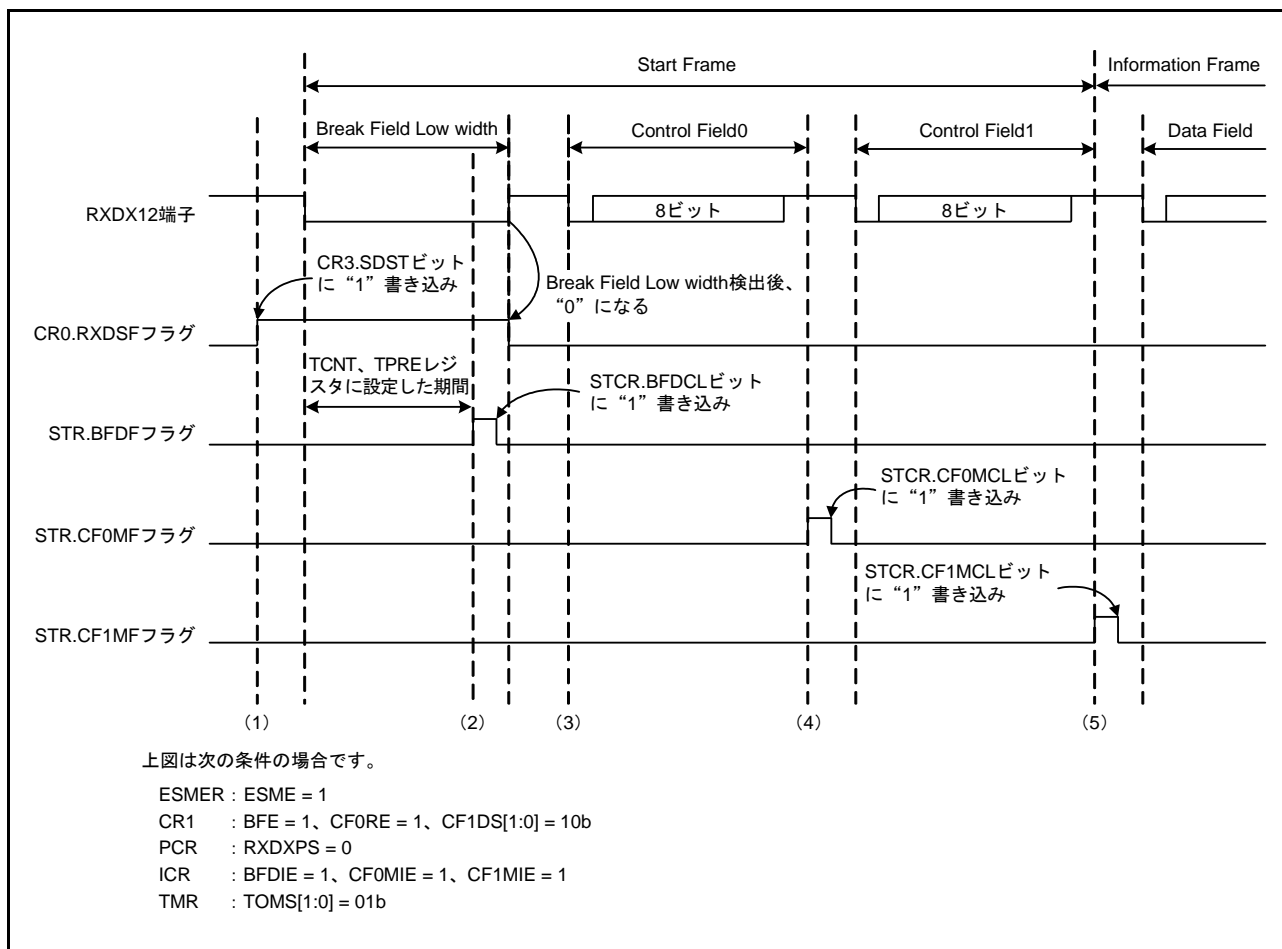
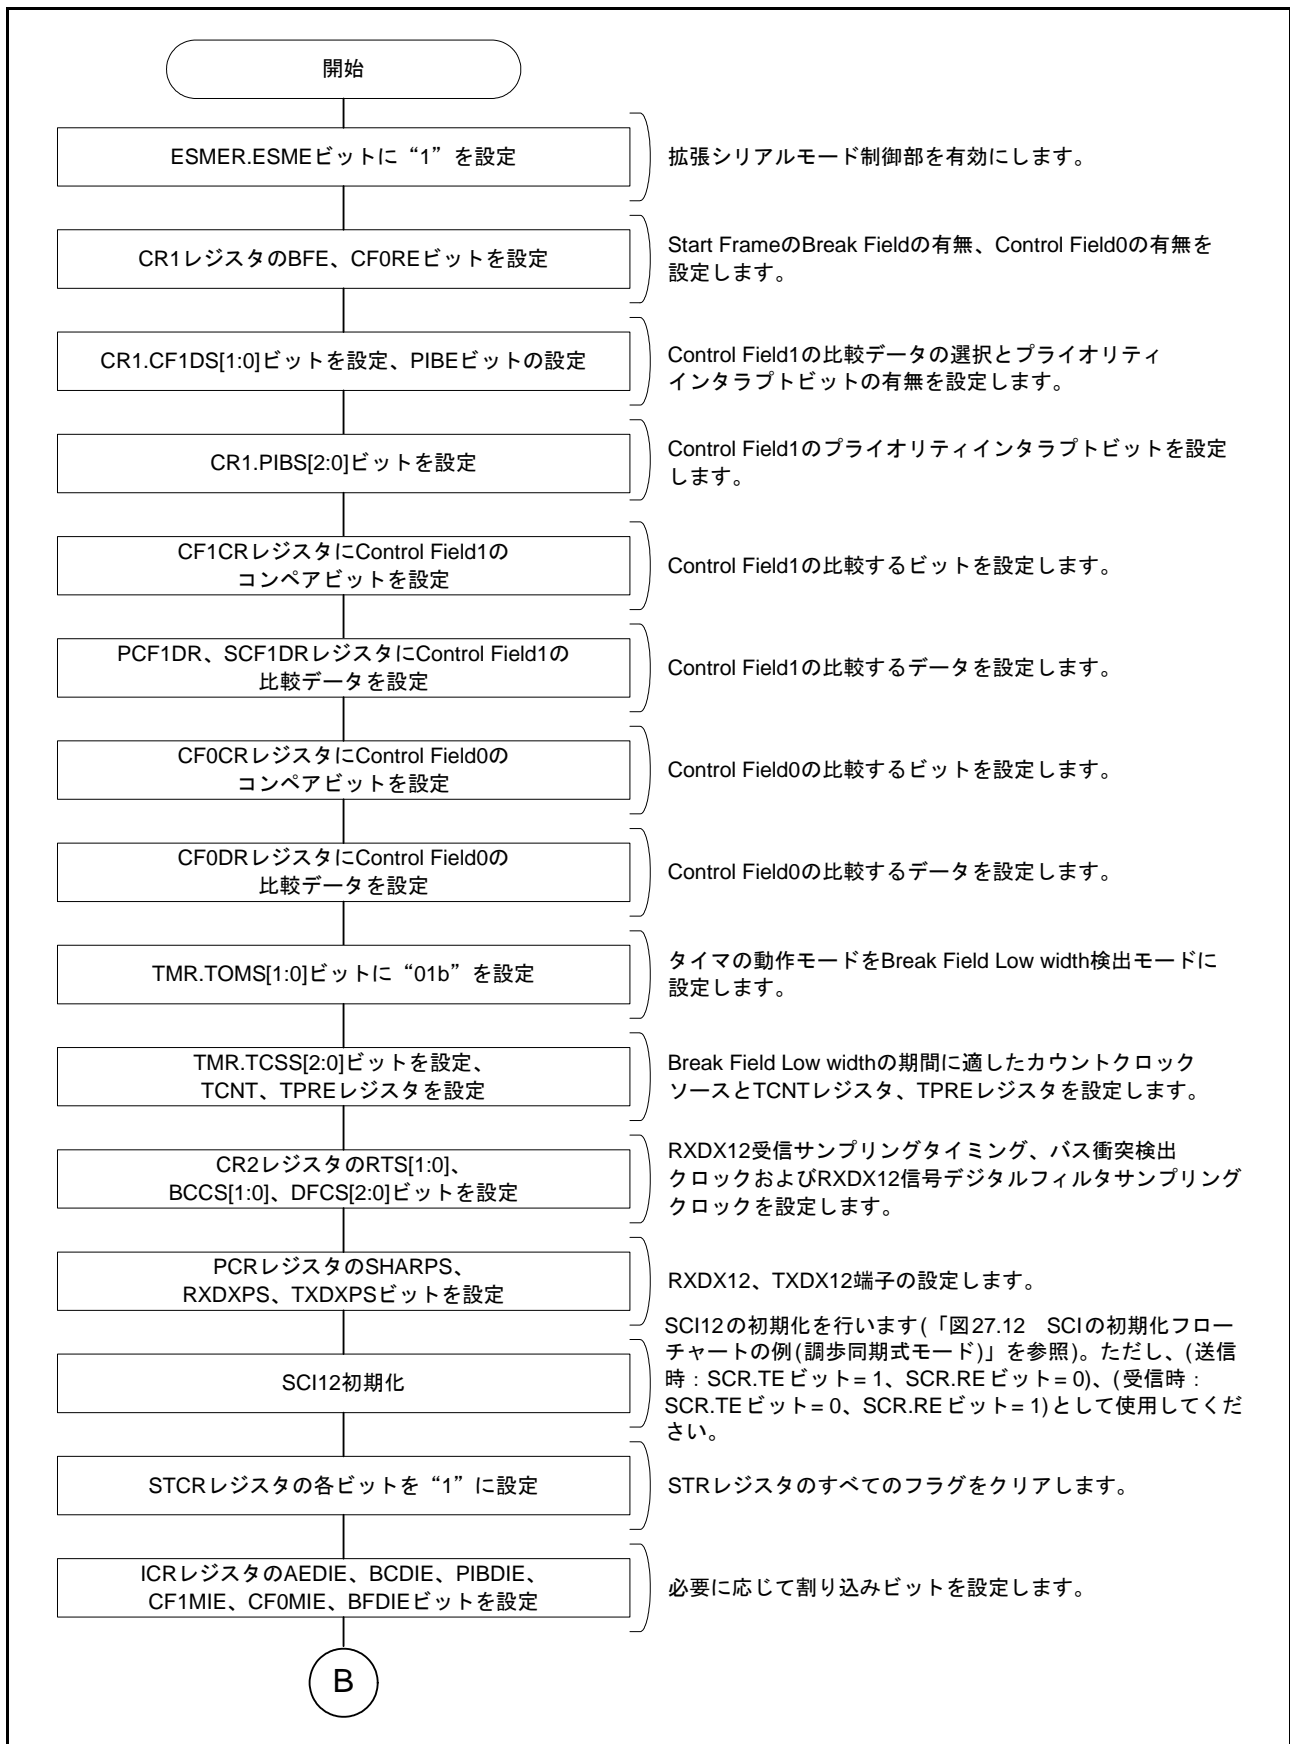
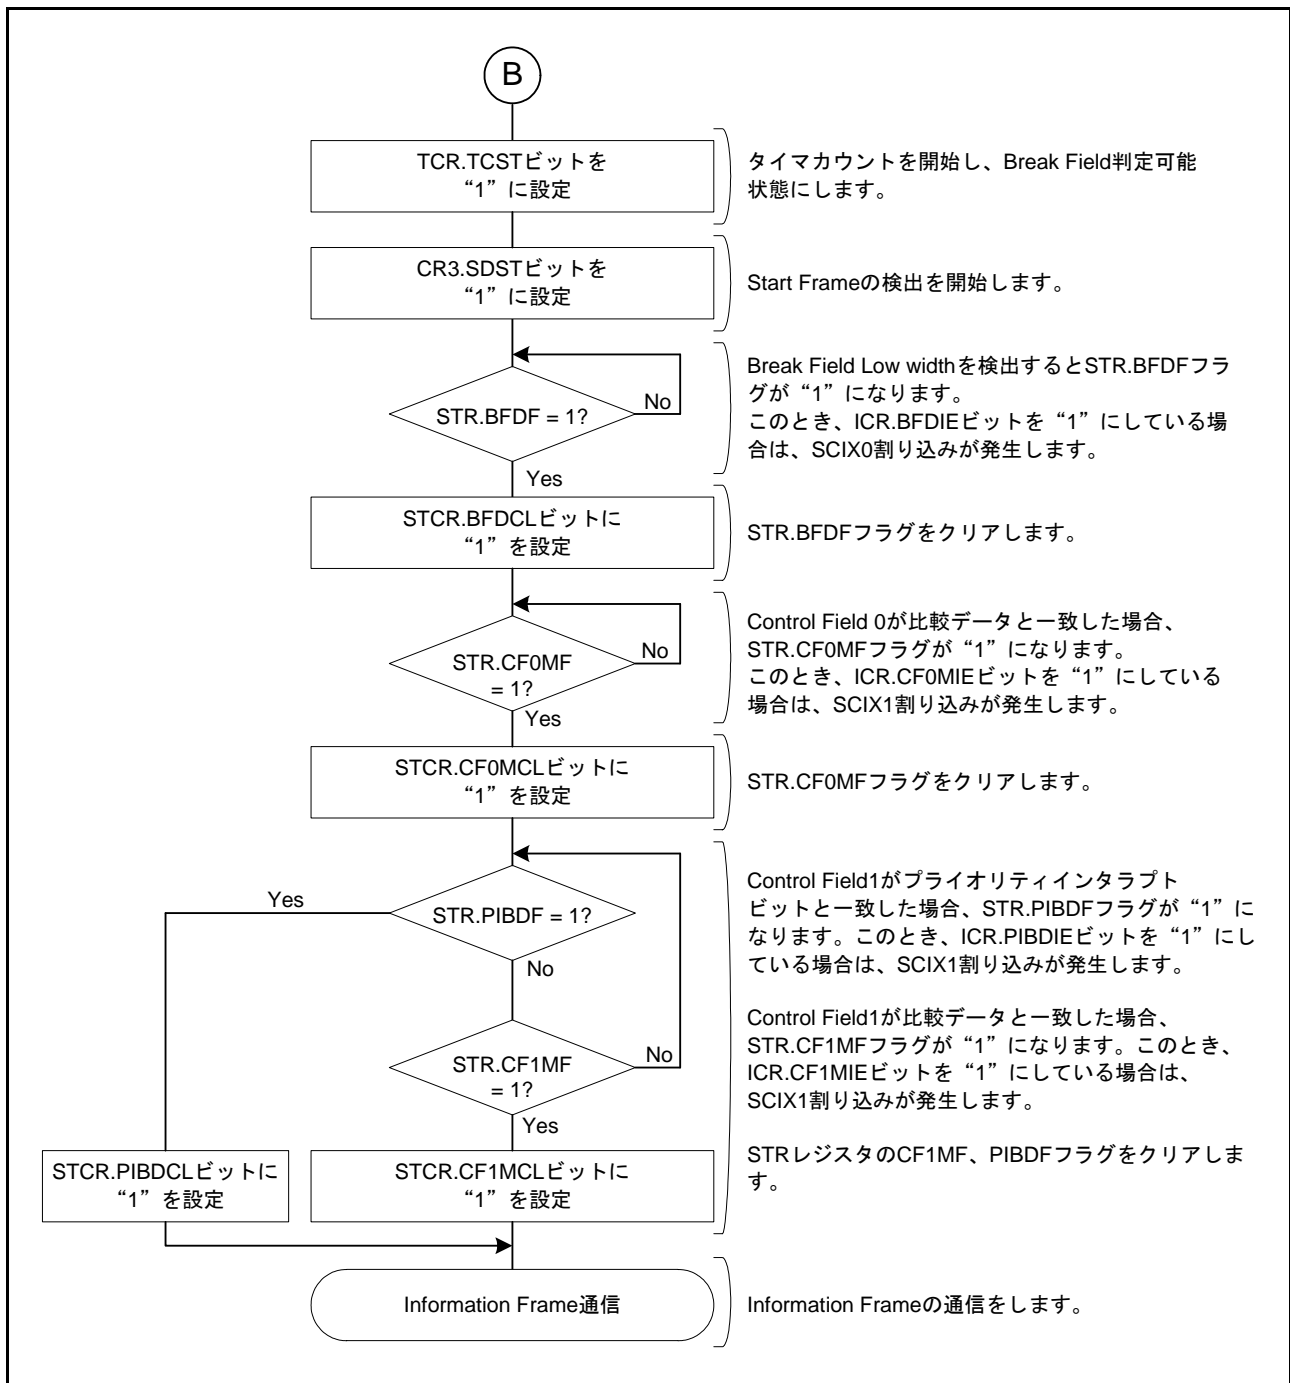
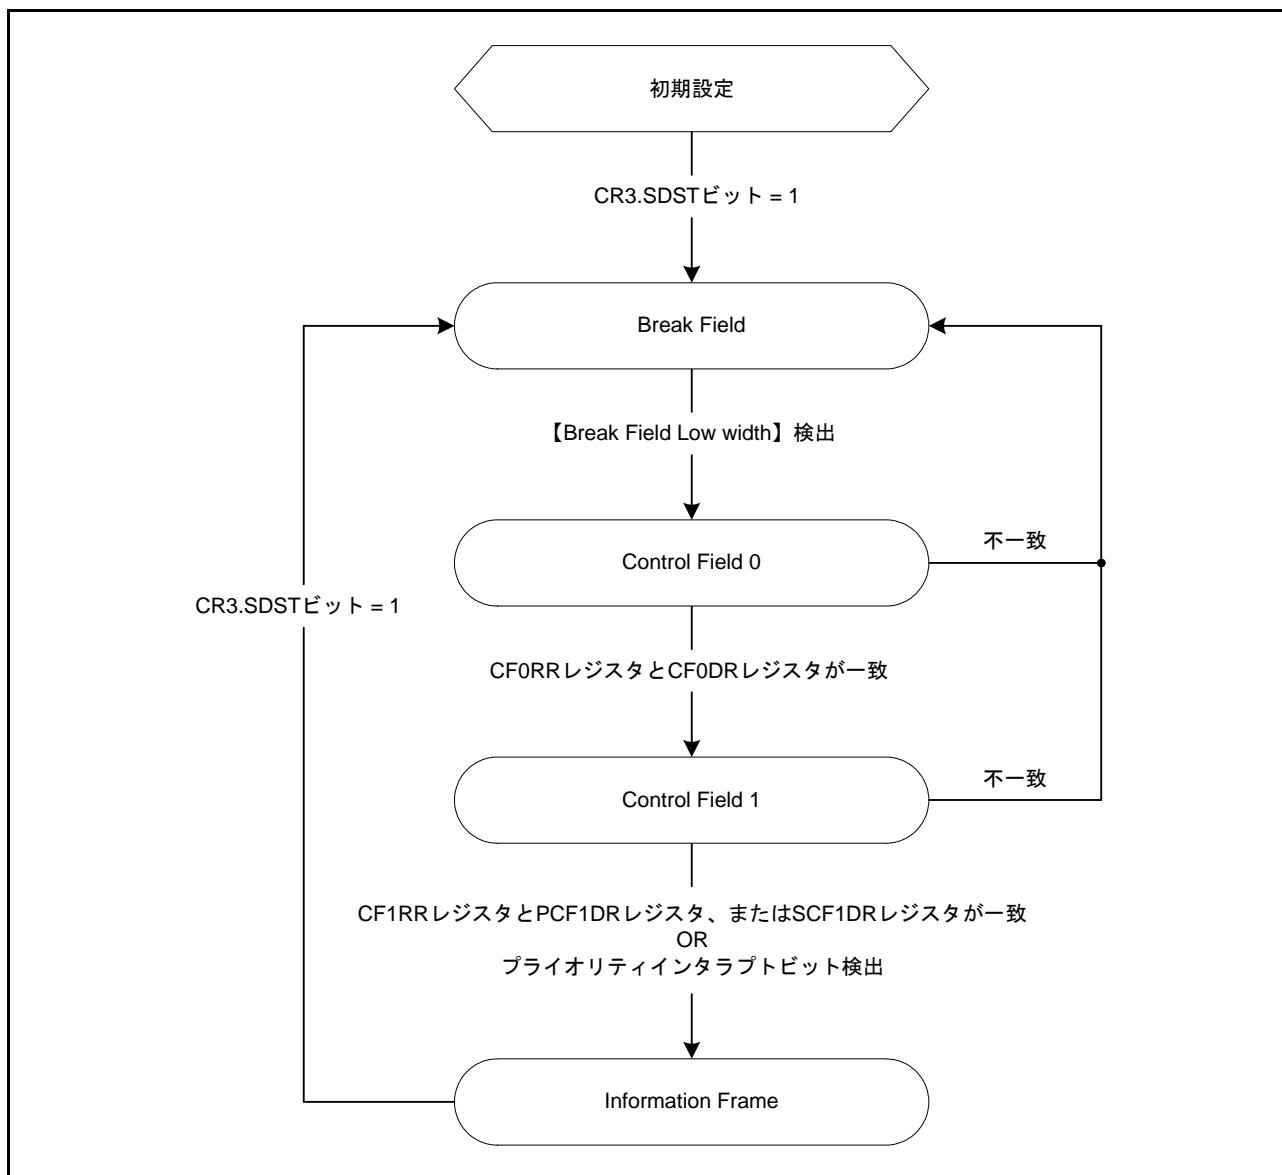

図 27.68 Start Frame 受信時の動作例
図 27.69 Start Frame 受信フローチャート例 (1)
図 27.70 Start Frame 受信フローチャート例 (2)
図 27.71 Start Frame 受信時の状態遷移図
図 27.68 に Break Field Low width、Control Field 0 および Control Field 1 で構成される Start Frame の受信時の動作例を示します。また、図 27.69、図 27.70 に Start Frame の受信を行うためのフローチャート、図 27.71 に Start Frame 受信時の状態遷移図を示します。
(1)～(4) は図 27.68 の Start Frame 受信時の動作例 (1)～(4) と同様になります。
(5) CR1.PIBS[2:0] ビットで指定したビットの値が PCF1DR レジスタに設定した値と一致した場合、STR.PIBDF フラグが“1”になります。また、ICR.PIBDIE ビットを“1”にしている場合は、SCIX1 割り込みが発生します。その後、Information Frame の通信を行います。Control Field 1 で受信したデータが PCF1DR レジスタまたは SCF1DR レジスタに設定したデータのどちらとも一致せず、プライオリティインタラプトビットも検出しない場合は、Break Field Low width 検出前の状態に遷移します。